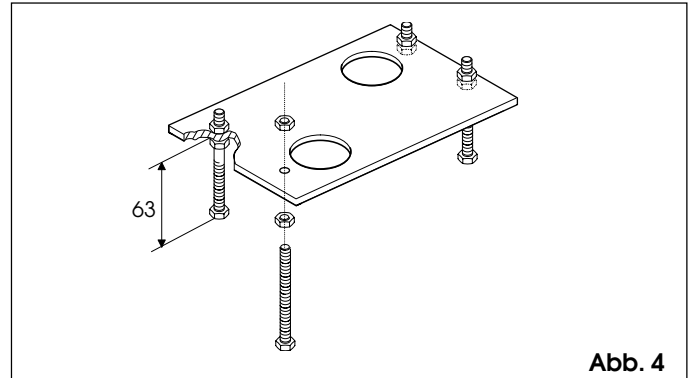

Abb. 4
- 1) Die Grundplatte gemäß Abb.4 zusammenbauen.